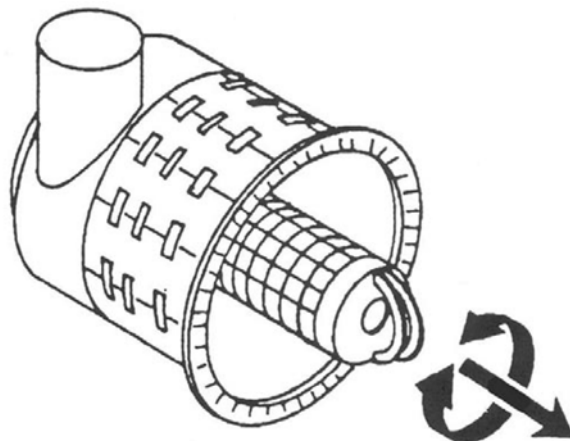

Fig. 12 Rimuovere l'elemento secondario (modello A)
- Afferrare l'elemento secondario sulle due linguette e estrarlo girandolo leggermente (vedi Fig. 12).